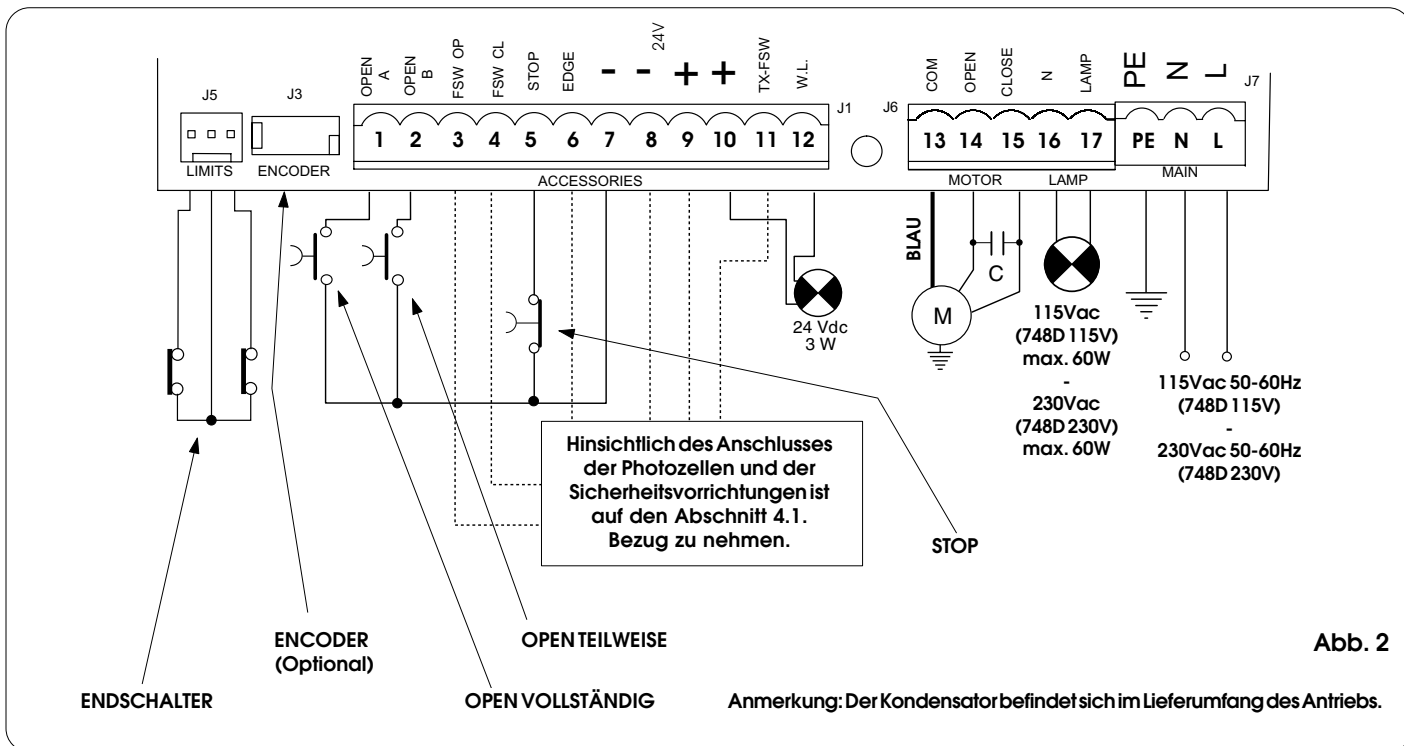

Abb. 2
- Das Erdungskabel ist an die entsprechende Klemme auf dem Stecker J7 des Geräts anzuschließen (siehe Abb. 2).
4.2. Klemmenbrett J7 - Versorgung (Abb. 2)
4.3. Klemmenbrett J6 - Motoren und Blinkleuchte (Abb. 2)
4.4. Klemmenbrett J1 - Zusatzgeräte (Abb. 2)
4.6. Stecker J6 - Schnellanschluß Endschalter (Abb. 2)
4.7. Stecker J3 - Schnellanschluß Encoder (Abb. 2)